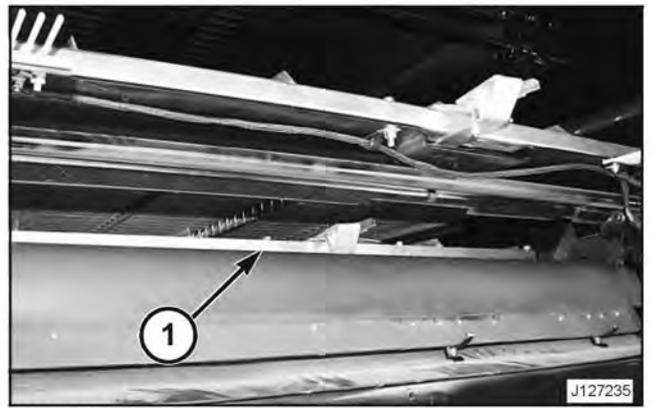

FIG. 194
FIG. 194: La zaranda regulable inferior (1) junto con el flujo de aire del ventilador brindan la limpieza final a la cosecha. El aire elimina el resto de paja y los residuos mientras que el tamaño de las aberturas de la zaranda controla el tamaño del material que atraviesa los canales del sinfín de grano limpio.